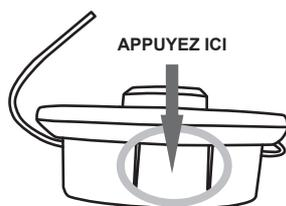

Fig. 25b
- Pour remplacer le fil de coupe, sortir la bobine de coupe en appuyant sur les deux languettes sur le côté, puis retirer le reste de fil de coupe. (voir Fig. 25b, 25c).